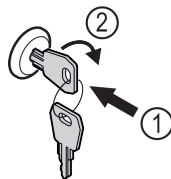

Fig. 171
- Vajutage võti sisse. Fig. 171 (1)
- Keerake võtit 90° päripäeva. Fig. 171 (2)